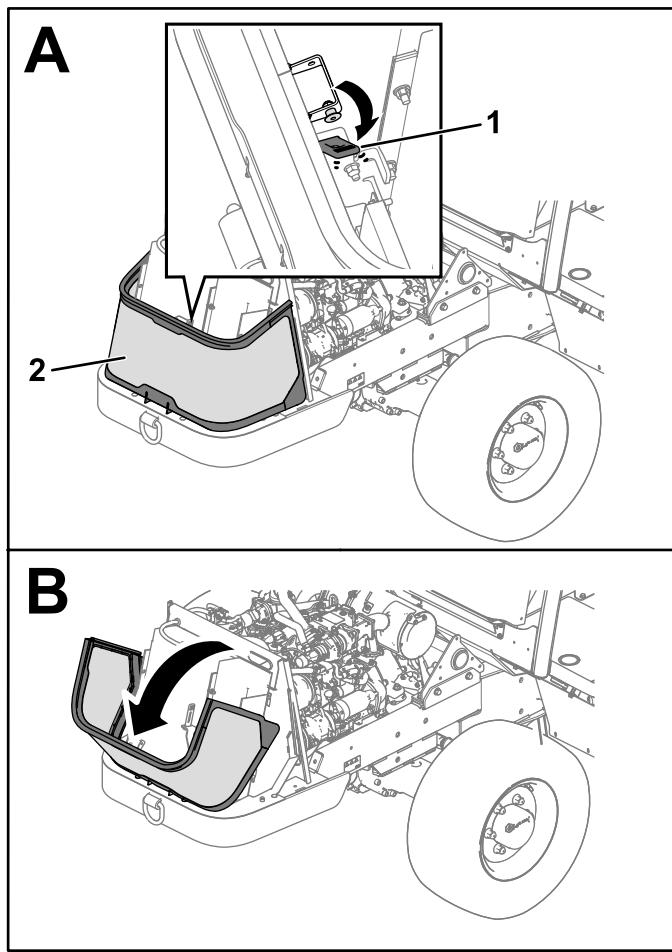

図 111
2. 前スクリーンのストラップを外してスクリーンを下げる図 111。